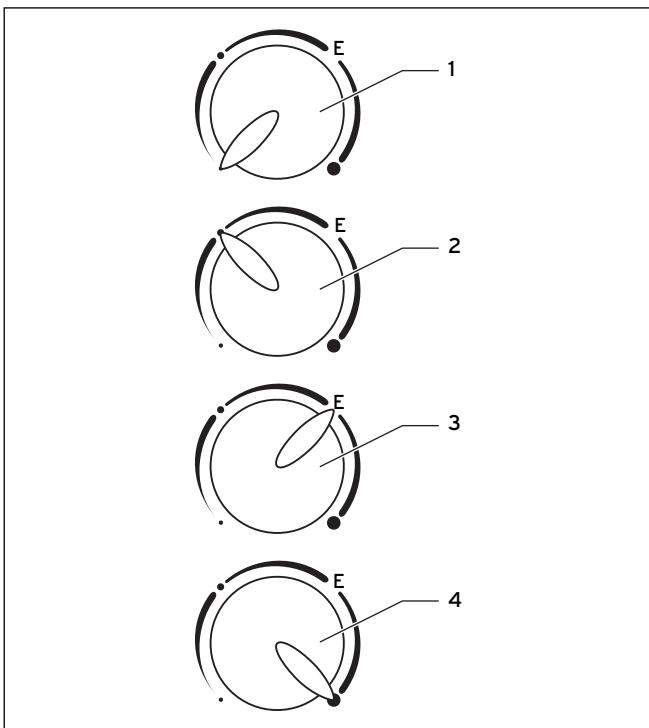
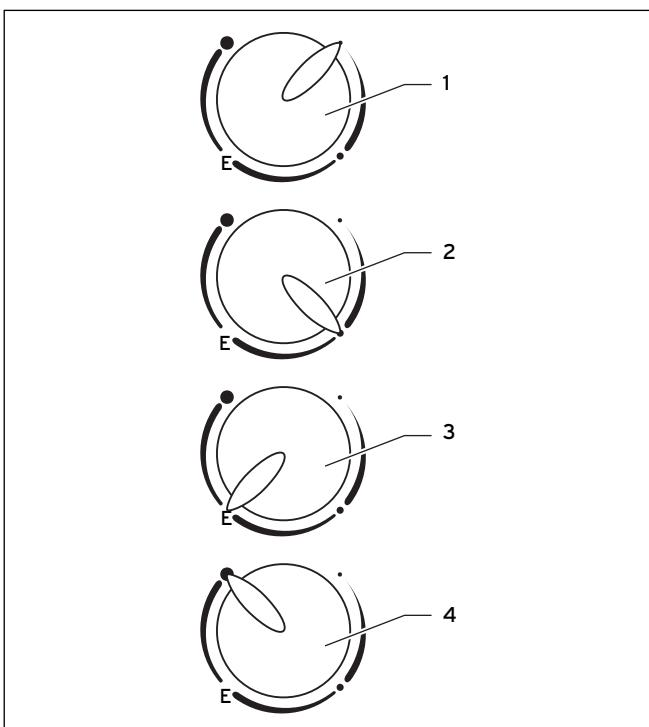

Fig. 7.3 Sélecteur de température, appareil sous évier
Fig. 7.4 Sélecteur de température, appareil monté au-dessus du plan de travail
L'eau est protégée contre le gel lorsque le ballon d'eau chaude sanitaire électrique est branché. En position Protection antigel (→ (1), **Fig. 7.3, Fig. 7.4**), l'eau se trouvant dans le ballon reste froide. Le ballon d'eau chaude est cependant protégé contre le gel par un dispositif de protection antigel lorsqu'il est branché.